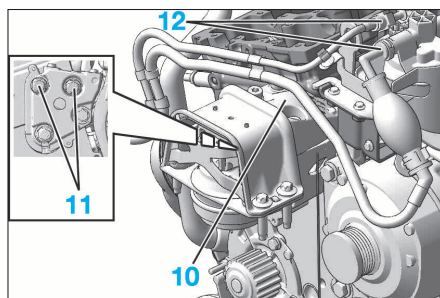

FIG. 62
- Déposer (Fig.62) :
- le support moteur droit (10)
- les vis (11).